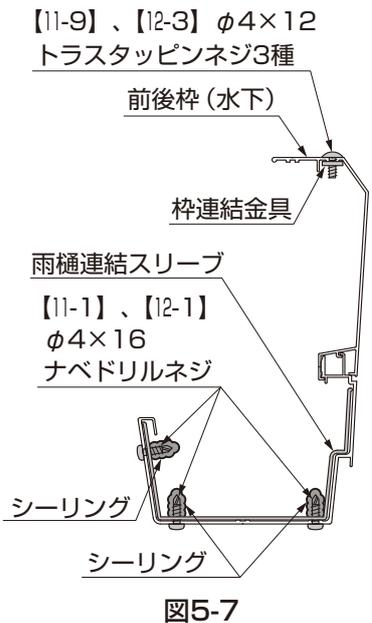

図5-7
- ②前後枠 (水下) を桢連結金具、雨樋連結スリーブと【11-1】、【11-9】、【12-1】、【12-3】でネジ止めしてください。
- ③雨樋連結スリーブを挿入した前後枠の端部にシーリング材を添付してください。
- ④もう一方の前後枠を連結し、【11-1】、【11-9】、【12-1】、【12-3】でネジ止めしてください。
- ⑤内側に出ているネジの先端と周りにシーリングをしてください。(図5-7参照)
- ⑥連結部からはみ出たシーリング材を拭きとってください。